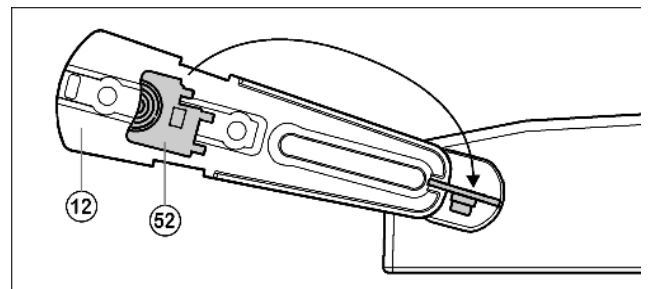

Fig. 10
► Отсоедините входящий в объем поставки шаблон Fig. 10 (52) от опорного кронштейна и заблокируйте им опорный кронштейн Fig. 10 (12) и втулку от поворота.